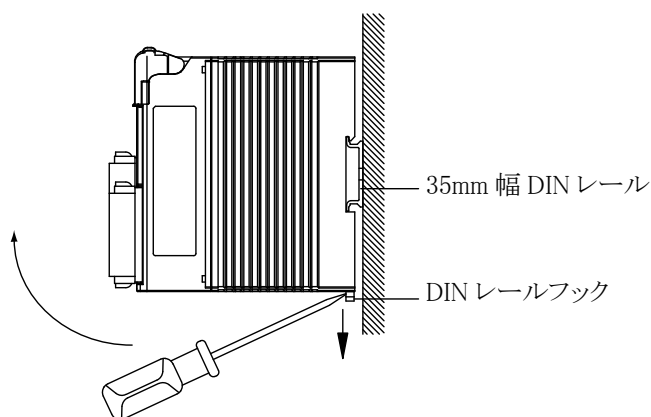

図3.5 取外し方法
1. 図3.5のように、DINレールフック貫孔にマイナスドライバーを差し込んでください。